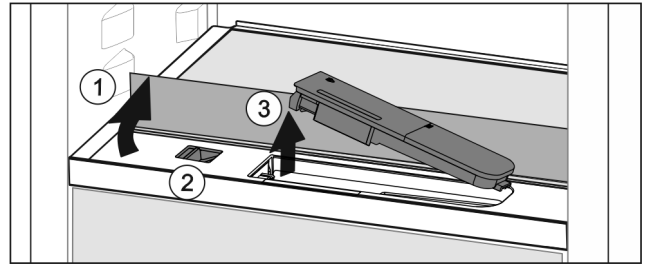

Fig. 104
- ▶ Nosta lasilevyä ja käännä se taaksepäin vasteeseen saakka Fig. 104 (1).
- ▶ Siirrä säädintä Fig. 104 (2) vasemmalle.
- ▶ Poista vesisäiliö Fig. 104 (3).